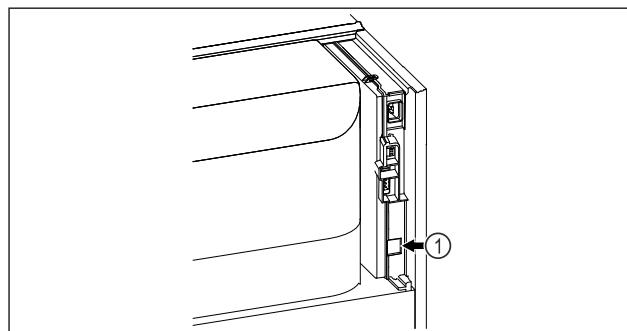

Fig. 138
- SmartModule Fig. 138 (1) on asennettu.